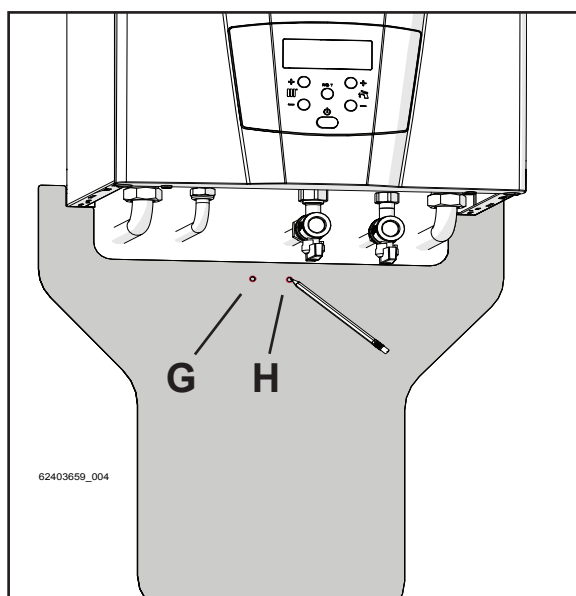

Figure 5-42
- 2.- Effectuer des signes de référence au crayon à papier, au niveau des trous « G », « H » et « L », « M », indiqués dans les Figures 5-42 et 5-43;